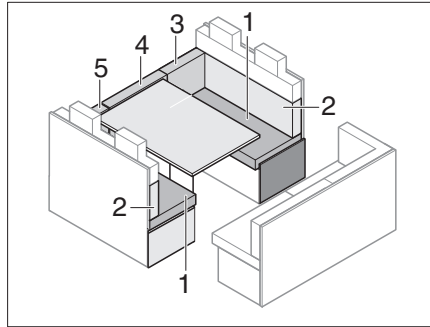

Bild 201 Vor dem Umbau
- Rückenpolster (Bild 201,3,4 und 5) entfernen und zur Seite legen.